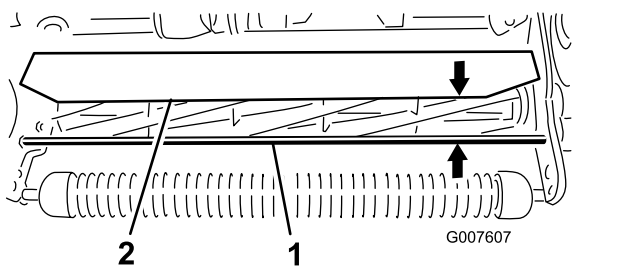

図 58
- 前サポートロッドの上面からシールドの前リップまでの距離をカッティングユニットの両端で測定する 図 58。